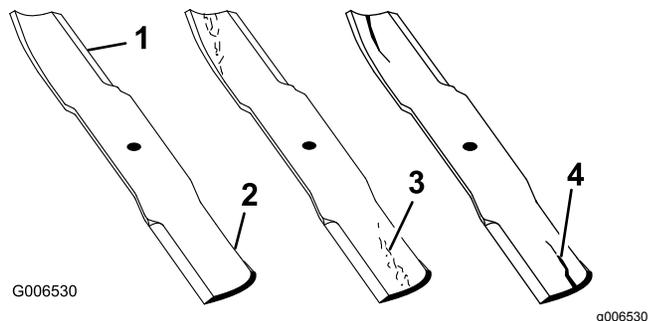

Figura 44
1. Inspeccione los filos de corte (Figura 44).
4. Si observa fisuras, desgaste o la formación de una ranura en esta zona, instale de inmediato una cuchilla nueva (Figura 44).